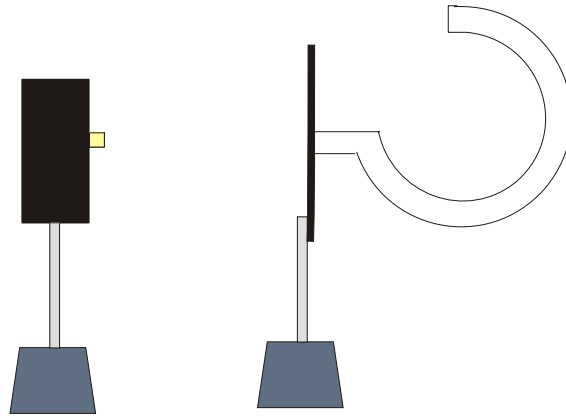

Fig. 1 Montagem experimental com o laser dίοodo (U16040)
- Montar a experiência conforme a fig. 1.